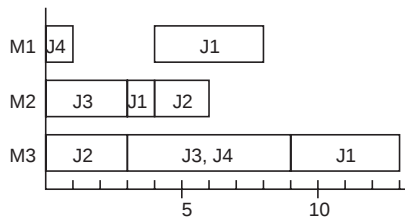

図 1 実行可能なスケジュールの例
- (1) ジョブ数を n ，機械台数を m とし，すべてのジョブが各機械での処理を 1 回ずつ必要とするジョブショップ環境を対象とする．
- (2) 各ジョブの処理時間は処理順序に依存しない既知の整数値とし，機械間の移動時間は無視できるものとする．また，すべてのジョブが時刻ゼロに到着しているものとする．
前提条件 (1) は定式化を容易にするために設けたものであり，解法が必要とする条件ではない．ここで，ある問題のスケジュール例を図 1 に示す．